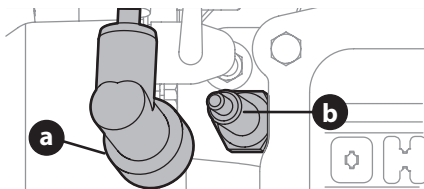

Figure 11
1. Enlevez le couvre-borne (a) de la bougie et retirez la bougie (b) avec une clé à bougie (Figure 11).